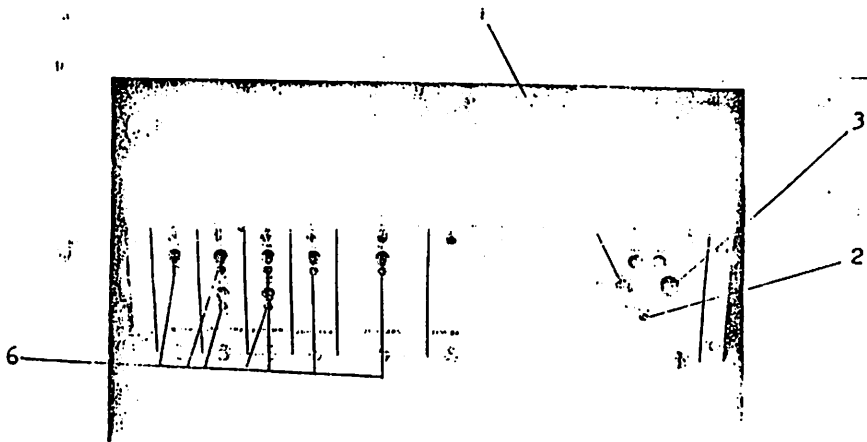

Abb. 4 Stromversorgungseinschub SE, bestückt mit Anschlußteil Netz 2170 SA
3. Stromversorgungseinschub SE (siehe Abb. 4 und 5)
- Abb. 4 Stromversorgungseinschub 2170 SF, bestückt mit Anschlußteil Netz 2170 SA